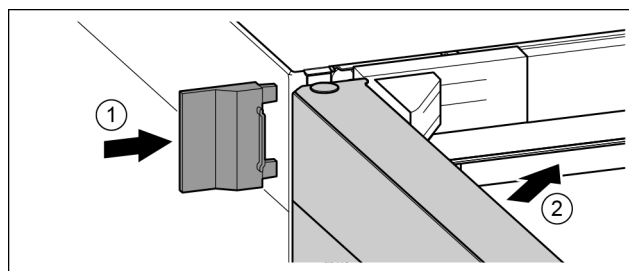

Fig. 42
- ▶ Buitenste afdekking erop schuiven. Fig. 42 (1)
- ▶ Bovenste deur sluiten. Fig. 42 (2)